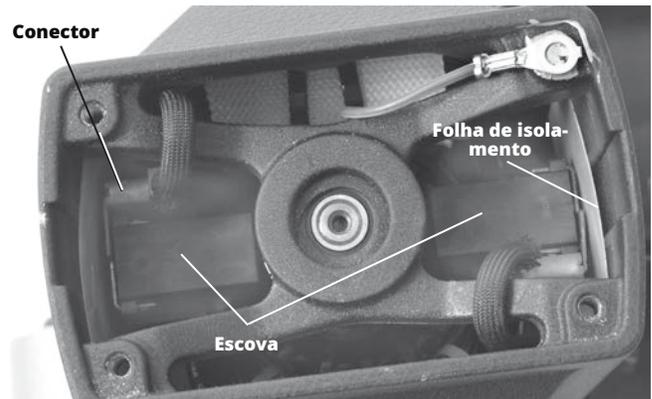

Figura 28 – Colocação das escovas - Tampa do motor removida
3. Com um alicate, puxe as escovas do motor para fora. Desprenda o conector. (Ver Figura 28)